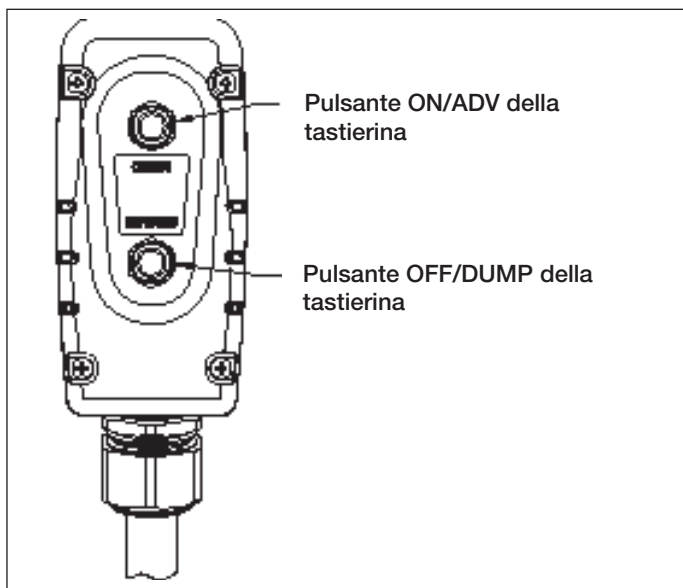

Figura 7, Pulsanti della tastierina
5.2 Funzionamento della tastierina (vedere figura 7)
5. Per avviare la pompa, premere il pulsante ON/ADV della tastierina. Vedere la figura 7. Il motore si avvierà automaticamente, e la chiave inizierà ad avanzare. La chiave torsionometrica continuerà ad avanzare fintanto che si mantiene il pulsante premuto.